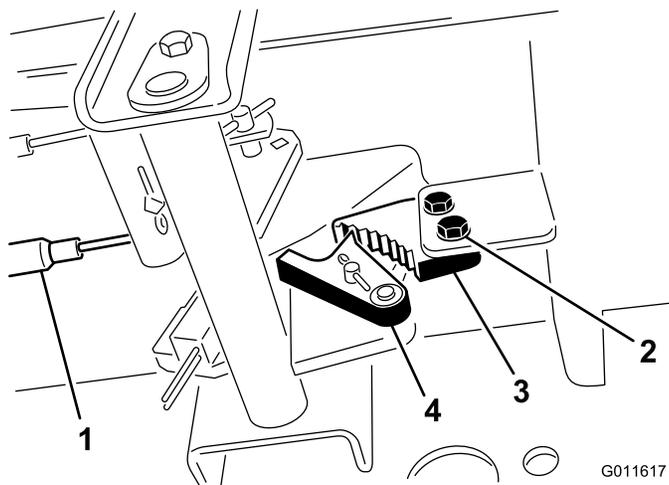

图65
1. 松开将驻车刹车闸固定到机架的 2 个螺钉（图65）。
2. 向前踩驻车刹车踏板，直到刹车卡槽完全接合刹车闸（图65）。